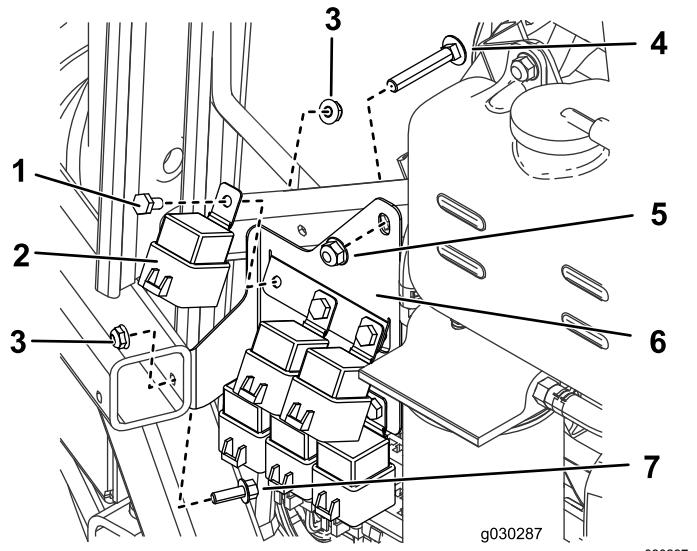

図 21
1. 機体の右側で、リレーブラケットにリレーを6個取り付けるボルト1/4 x 1/2 インチ6本とナット1/4 インチ6個を使用して図 21のように取り付ける。
3. リレーブラケットを機体に取り付けるボルト1/4 x 3/4 インチとナット1/4 インチと、いま外したボルトとナットを使用する図 21。